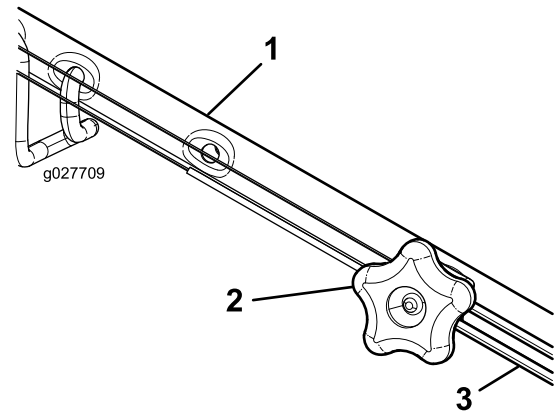

Figura 39
2. Ajuste la tensión del cable (Figura 39) tirando del mismo hacia atrás o empujándolo hacia adelante, y sujételo en esa posición.
1. Gire el pomo de ajuste en sentido antihorario para aflojar el cable (Figura 39).